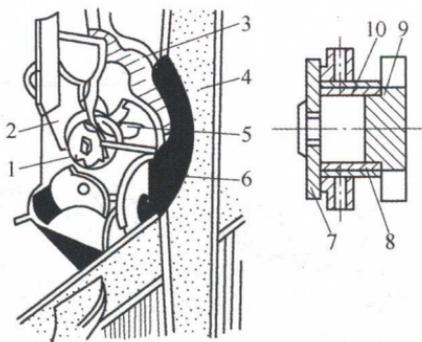

图 3-48 转子式门锁
(2) 转子式门锁的结构及特点 转子式门锁一般为小客车所采用，如图 3-48 所示。